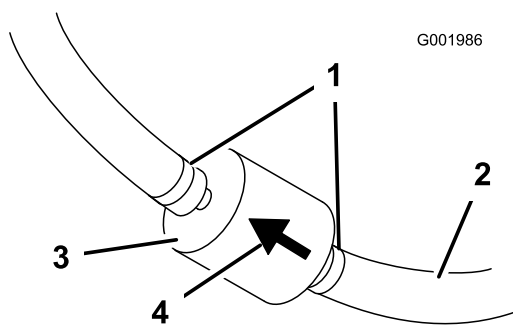

Bild 52
5. Drücken Sie die Enden der Schlauchklemmen zusammen und schieben Sie sie vom Filter weg (Bild 52).